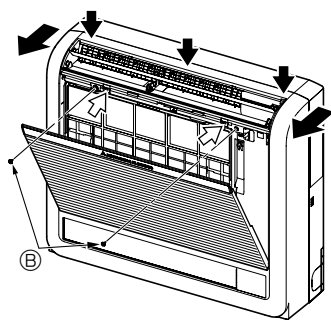
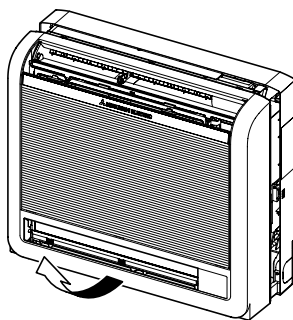

Fig. 3-3
Fig. 3-4
- ① Appuyez sur les 2 positions indiquées par les flèches et ouvrez la grille avant. (Fig. 3-3)
- ② Ouvrez la grille avant et retirez les deux vis.
- ③ Ouvrez l'ailette horizontale de la sortie d'air supérieure, poussez le haut du panneau frontal en trois endroits différents, puis sortez le haut de la grille de l'appareil intérieur.
- ④ Soulevez la grille avant pour la retirer. (Fig. 3-4)
⑤ Vis
④ Soulevez la grille avant pour la retirer. (Fig. 3-4)